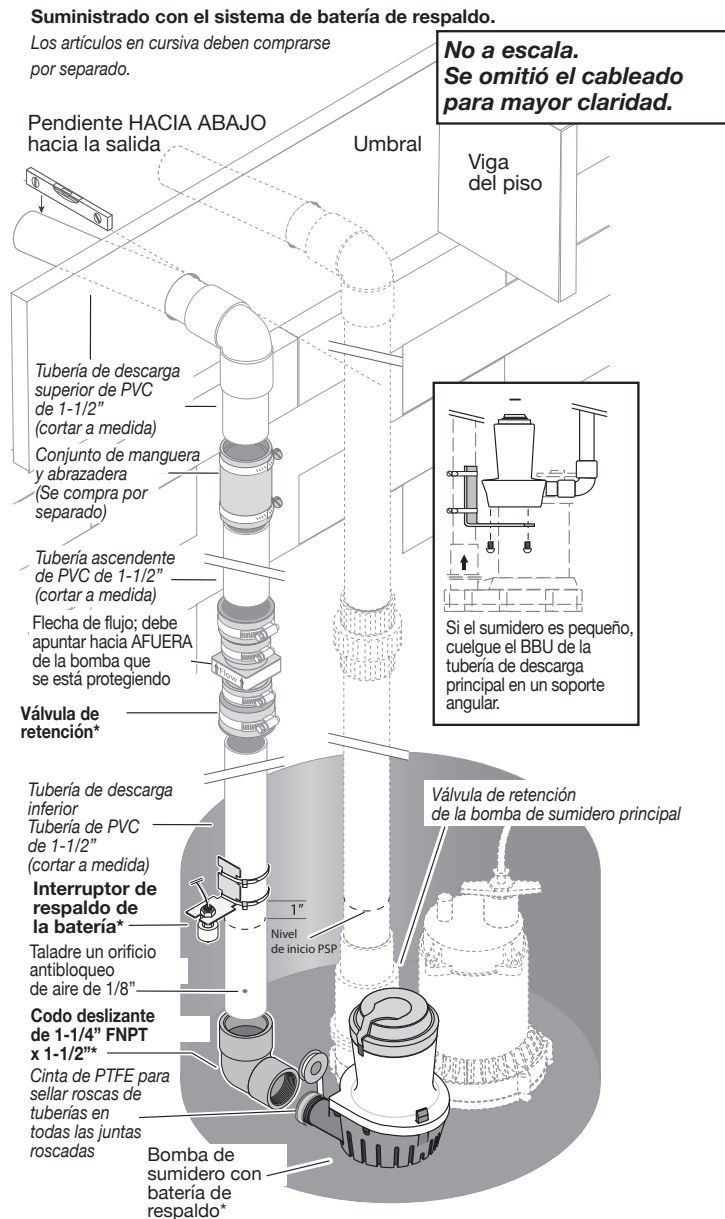

Figura 2: Descarga independiente - Instalación típica
- ◆ Estudie las páginas 5 a 9 para determinar qué método de instalación será el mejor para usted. Se recomienda la instalación de "Descarga independiente" (Figura 2).
Monte la bomba de respaldo en el soporte angular (Figura 2).